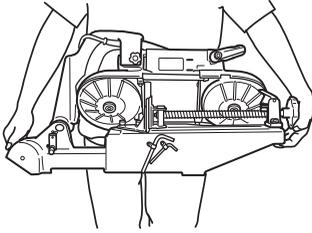

図 36
- (1) CB12FA2 を運搬・移動する場合は、本体を下限位置まで下降させます。
- (2) ヒンジ (B) 部のストッパボルトを締付け、本体が上昇しないよう固定します。
- (3) ベースの両端を図 36 のように持ち、運搬・移動します。